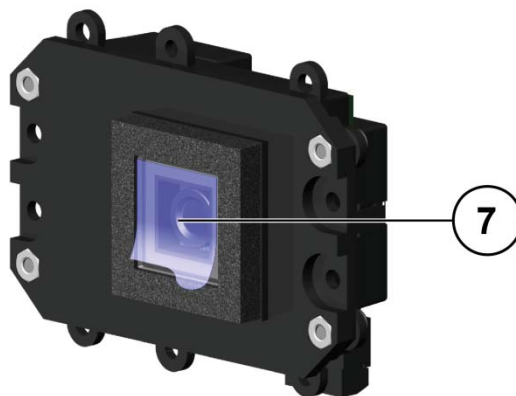

Abb. 10: Schutzfolie entfernen
- ▶ Entfernen Sie die Schutzfolie (7) vom Glas (
- ▶ Abb. 10).